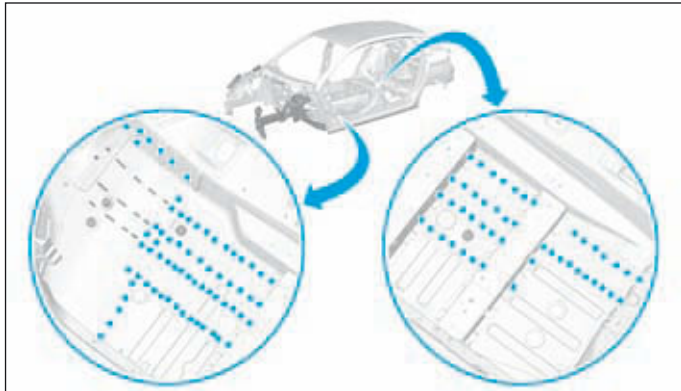

FIG.22
- Souder par points bouchons MAG puis meuler les points de soudure (Fig.22).